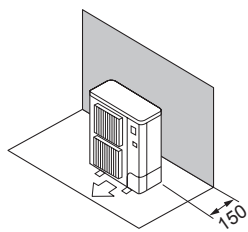

Fig. 2-3
- ① Перешкоди ззаду (Fig. 2-3)